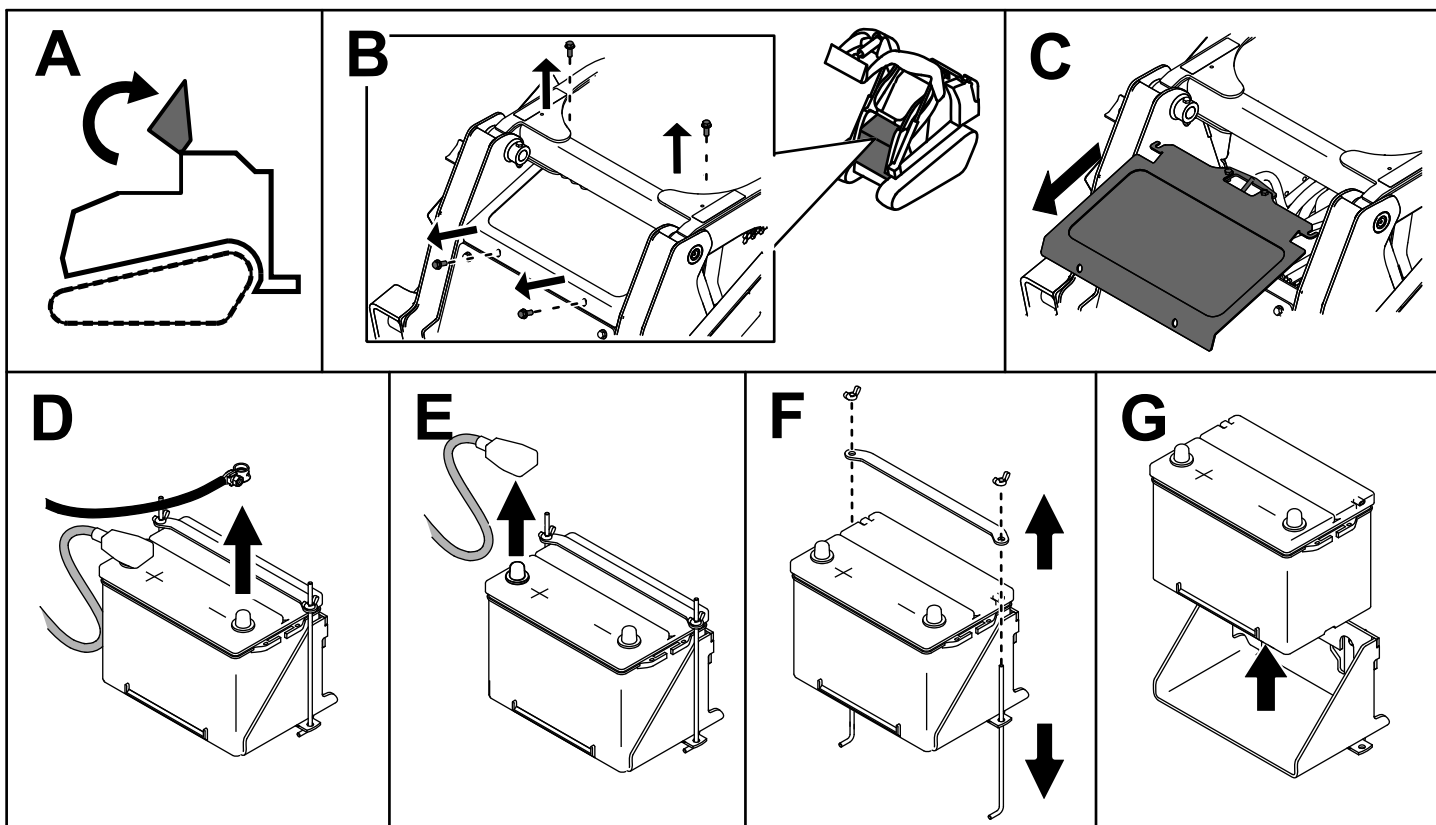

Figura 49
3. Îndepartați bateria în modul indicat în Figura 49.